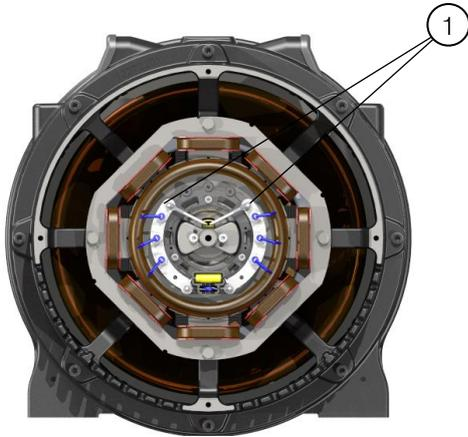

Figura 12.5: Conexión de los cables de alimentación del rotor principal
1. Retirar los cables de alimentación del rotor principal, conectados a la rueda de diodos, conforme la Figura 12.5.
Detalle de la Figura 12.5: